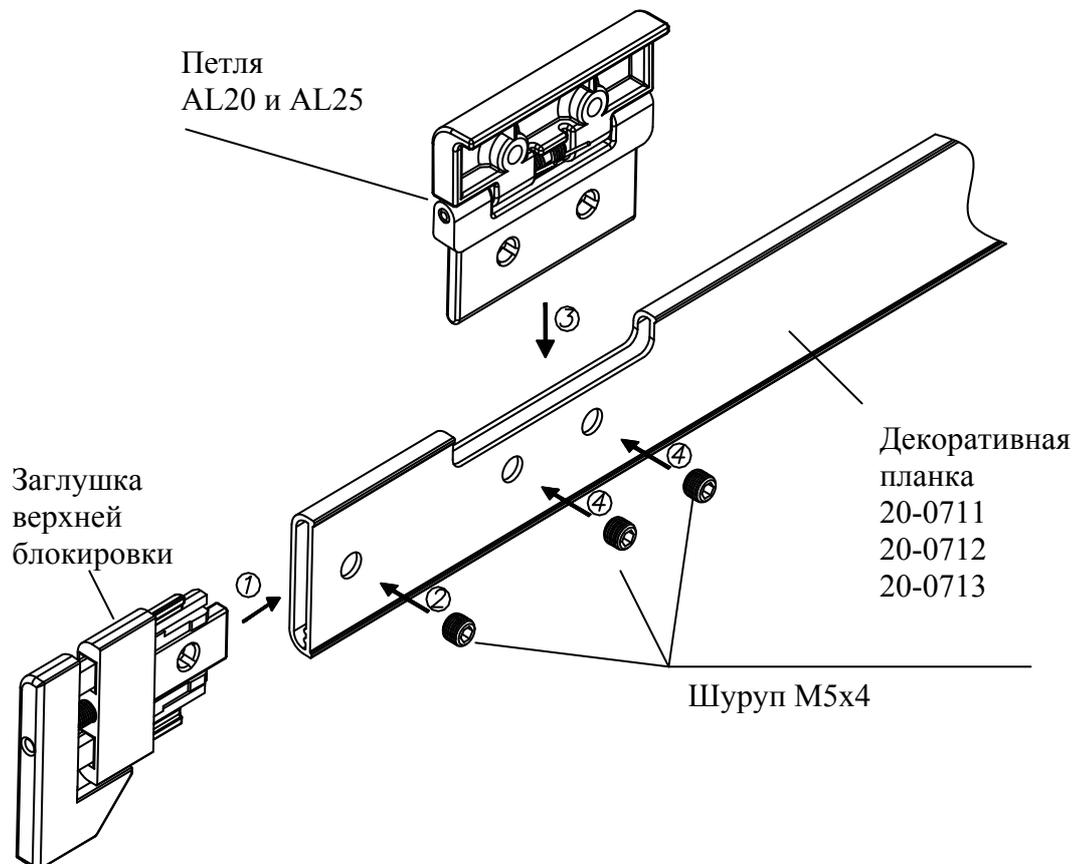
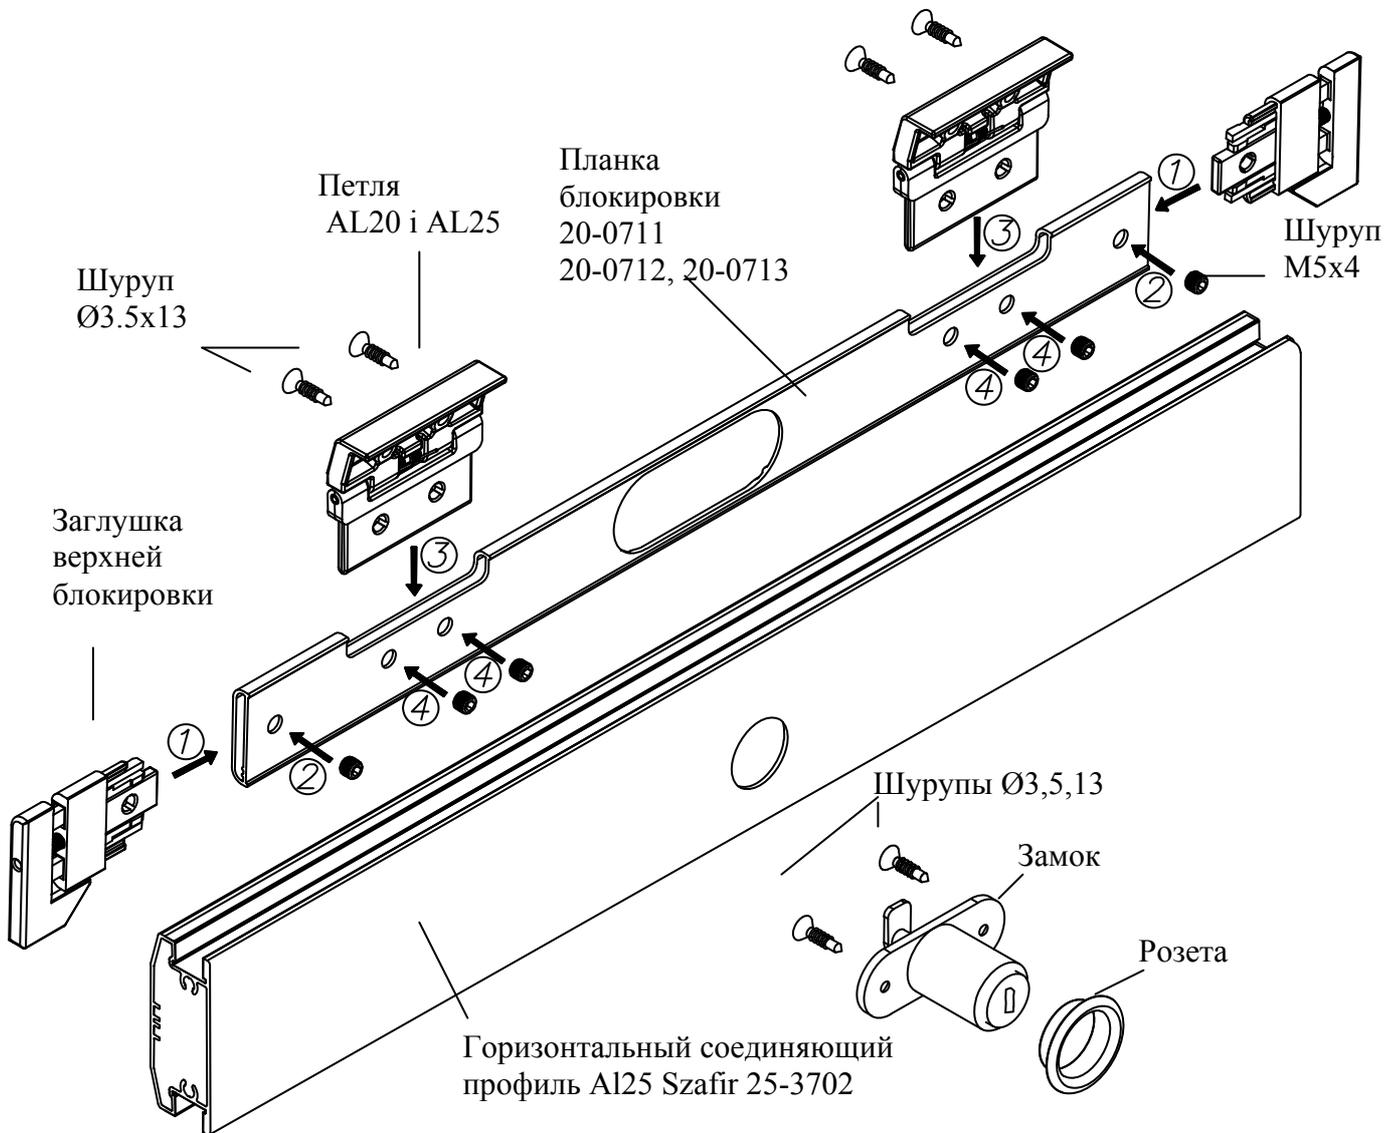

Рис. 11. Монтаж регулировочной заглушки и петли для **верхней блокировки**
Рис. 13. Монтаж элементов верхней блокировки в горизонтальном соединяющем профиле.
g) Вставить петли и заглушки в планку и докрутить ее при помощи шурупов М5х4 - 6 шт. (рис. 11, рис. 13)